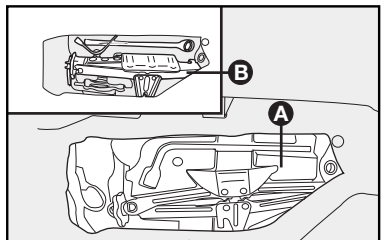

fig. 5
- Saque el soporte de herramientas **A-fig. 5** de su alojamiento.
Para las versiones Palio Adventure, no es necesario quitar el soporte de herramientas de su alojamiento para sacar el crique y las demás herramientas detalle **B-fig. 5**.